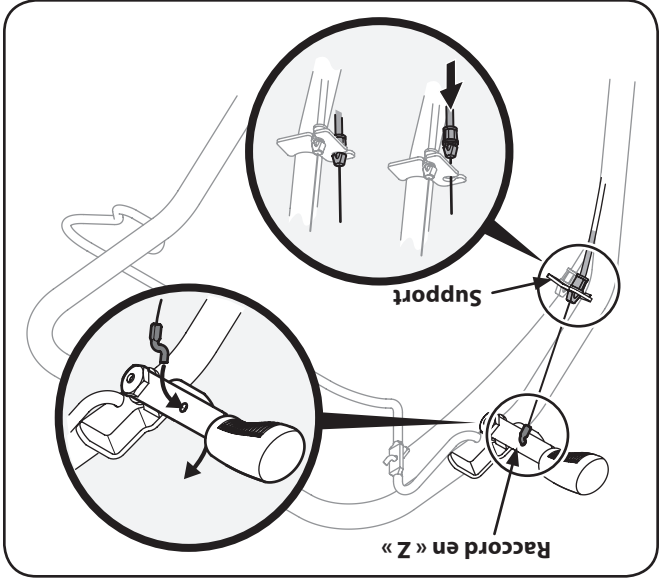

Figure 3-8
3. Faites-le passer dans le trou inférieur du support de câble et poussez le raccord dans le trou du support jusqu'à ce que la rainure du raccord s'emboîte facilement. Voir la Figure 3-8.
4. Enfoncez le raccord en « Z » dans le trou de la commande d'embrayage de la marche arrière. Voir la Figure 3-8.